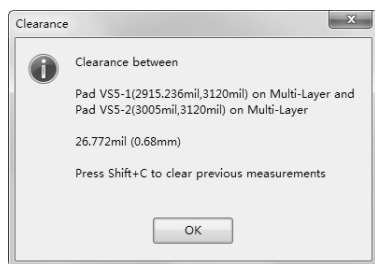

图 10-1 距离信息对话框 1
(1) 选择菜单命令“报告”→“测量”，光标变成十字形，分别单击需要测量距离的两个焊盘，系统弹出一个距离信息对话框，如图 10-1 所示。